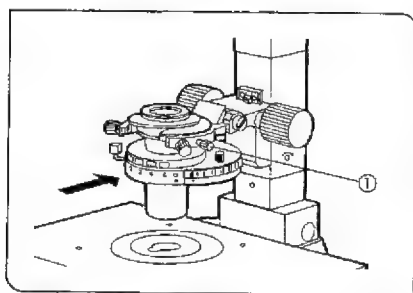

図 30
(図30～36)
(図 30)
(図30, 31)
- 1) コンデンサ固定ねじ①をゆるめます。(図30)